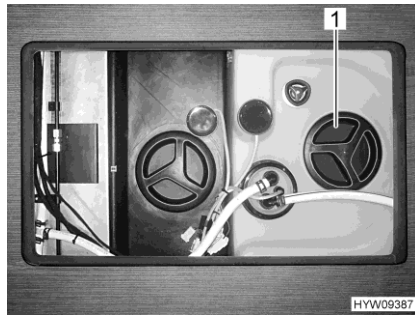

Fig. 220 Apertura per la pulizia (serbatoio dell'acqua)
- Staccare il coperchio (Fig. 220,1) del serbatoio dell'acqua.